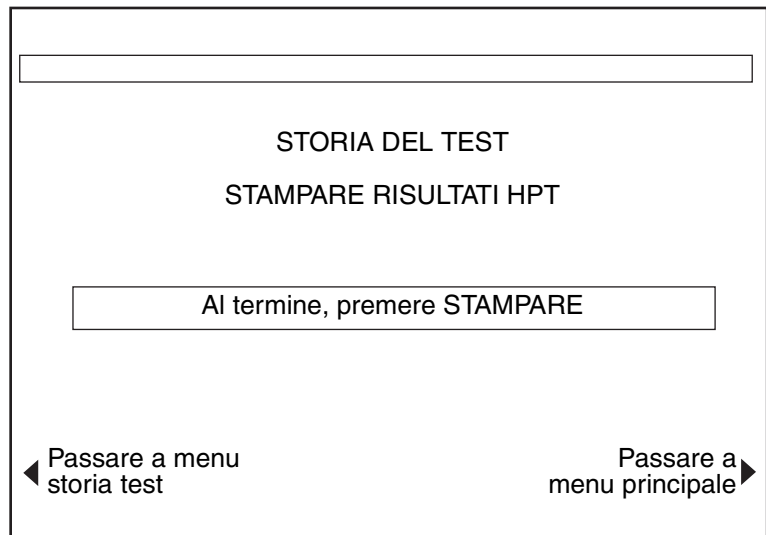

Figura 5-34. Schermata di stampa della storia del test (1)
2. Premere il tasto *Invio* per accettare il valore. Viene visualizzata la prima delle due schermate di STAMPA DELLA STORIA DEL TEST (fare riferimento alla Figura 5-34 a pagina 5-49).
2. Viene visualizzata la prima delle due schermate di STAMPA DELLA STORIA DEL TEST (fare riferimento alla Figura 5-34 a pagina 5-49).
Se viene premuto il tasto funzione **[Trasferisci tutti risult. paziente]**, viene richiamata la prima delle due schermate di STAMPA DELLA STORIA DEL TEST (fare riferimento alla Figura 5-34 a pagina 5-49). Questa funzione consente di inviare risultati dei test non ordinati alla porta seriale RS-232 dello strumento per il trasferimento dei dati a un computer esterno (da usare con il software opzionale HMS Plus External Data Manager).
Se viene premuto il tasto funzione **[Stampare tutti risult. paziente]**, viene richiamata la prima delle due schermate di STAMPA DELLA STORIA DEL TEST (fare riferimento alla Figura 5-34 a pagina 5-49). Questa funzione consente di inviare i risultati del test non ordinati alla stampante interna dello strumento.
Se la modalità Record permanente è impostata su Stampato o Elettronico, il tasto funzione variabile viene visualizzato sul display per inviare tutti i record che non sono stati ancora inviati. La modalità Record permanente è descritta in "Immissione dei parametri determinati dal CQ Manager" a pagina 3-31. Se viene premuto il tasto funzione **[Stampa non emessi]** o **[Trasmetti non emessi]**, vengono visualizzate le prime due schermate STAMPA STORIA TEST (fare riferimento a Figura 5-34 a pagina 5-49). Questa funzione consente di stampare o trasmettere i risultati dei test non inviati in precedenza nel formato al momento selezionato come record permanente. In base alle impostazioni del Record permanente, i risultati verranno inviati alla stampante interna o alla porta seriale RS-232 dello strumento per il trasferimento a un computer esterno.
Il test visualizzato sulla prima schermata di STAMPA DELLA STORIA DEL TEST è determinato dal tasto funzione attivato al momento della selezione della categoria di storia dei test paziente. La Figura 5-34 mostra la prima schermata di "Stampa dei risultati HPT" se sono stati attivati i tasti funzione **[Ordina per tipo test]** e **[Risultati HPT]**. Altre categorie di storia dei test paziente selezionate presentano titoli di schermate simili per identificare le informazioni del test per la stampa.